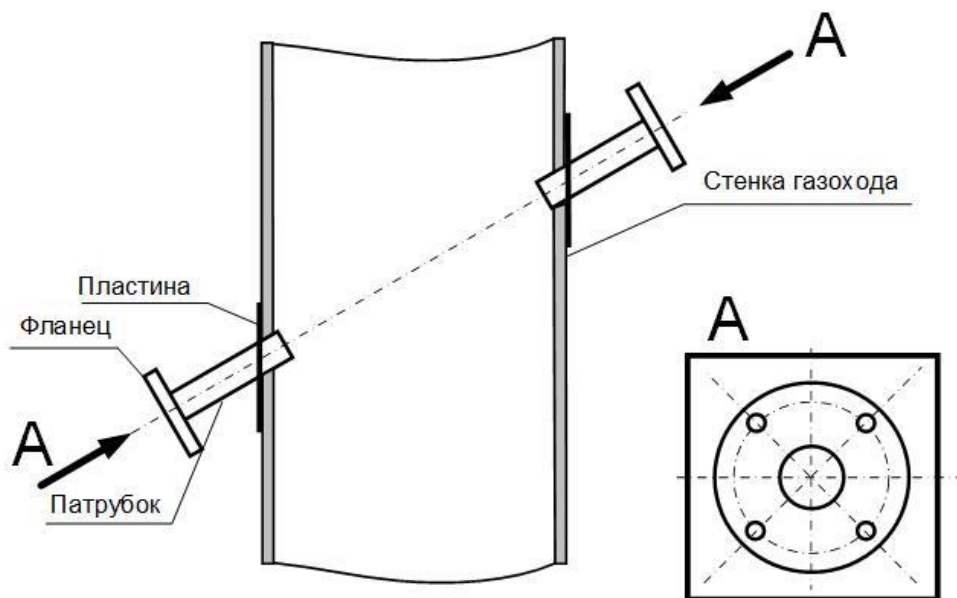

Рисунок 6 - Установка патрубков с фланцами.
- установить патрубки с фланцами в вырезанные отверстия (см. рисунок 6):